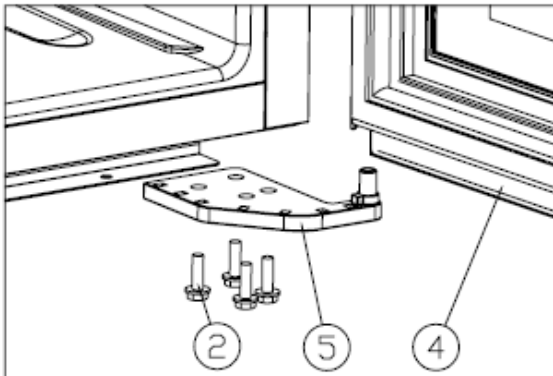

Figura 2
- ✧ Desaparafuse os parafusos M5*16 ②, desmonte a dobradiça inferior direita ⑤. [Figura 2]